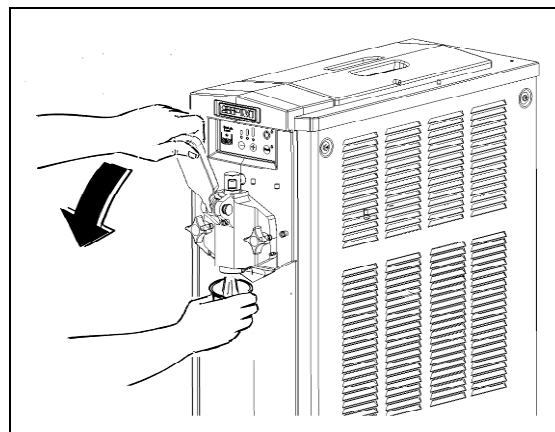

Fig. 37
- Pour distribuer, placer le verre sous le robinet et tirer le levier comme indiqué dans la figure 37, la vis d'Archimède commencera à nouveau à tourner en facilitant ainsi la phase de distribution.